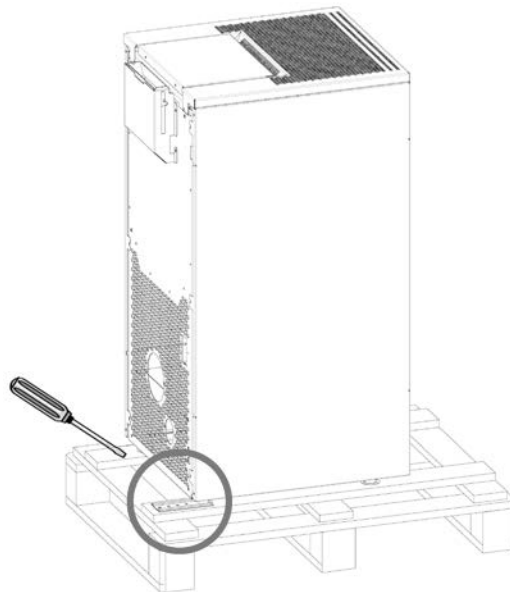

Fig. 1 - Retrait des étriers
- Retirer les étriers qui bloquent les pieds du poêle (voir **Fig. 1**). Procéder ensuite à l'enlèvement du poêle de la palette en faisant attention à ne pas endommager le poêle, les composants externes et/ou les pieds.